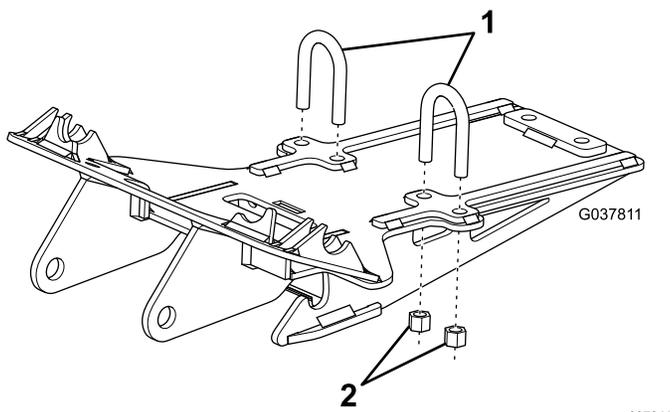

Bild 2
6. Befestigen Sie die Mitte des Unterfahrschutzes mit zwei langen U-Bügeln und vier Sicherungsmuttern locker am Fahrzeugrahmen (Bild 2).